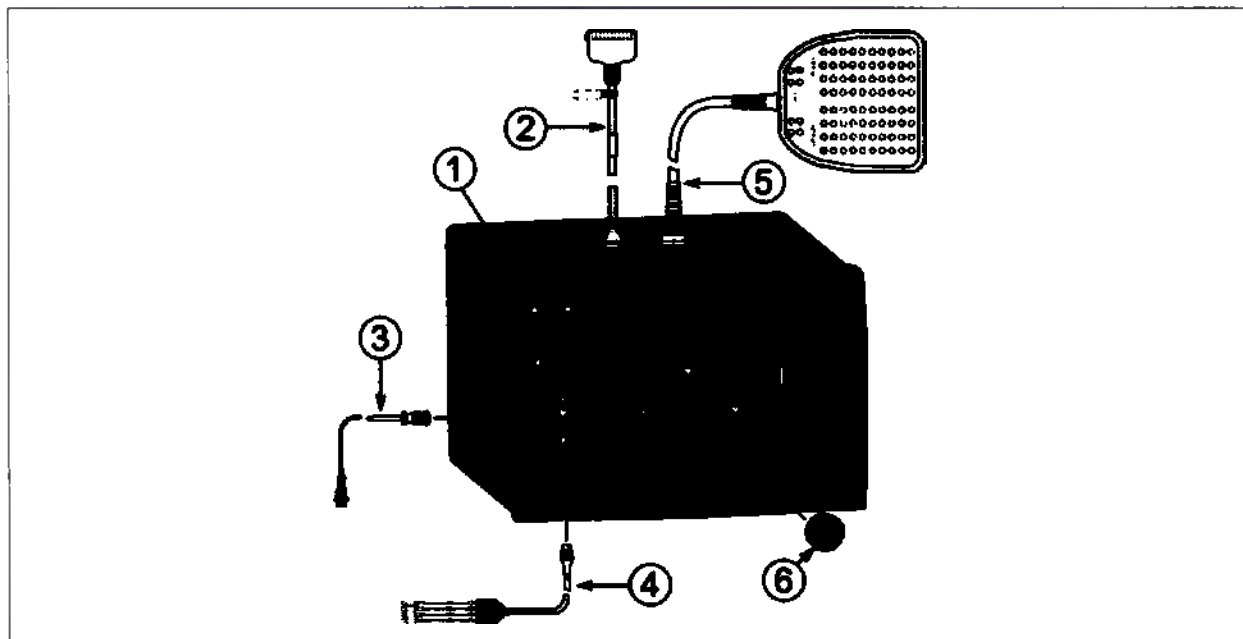
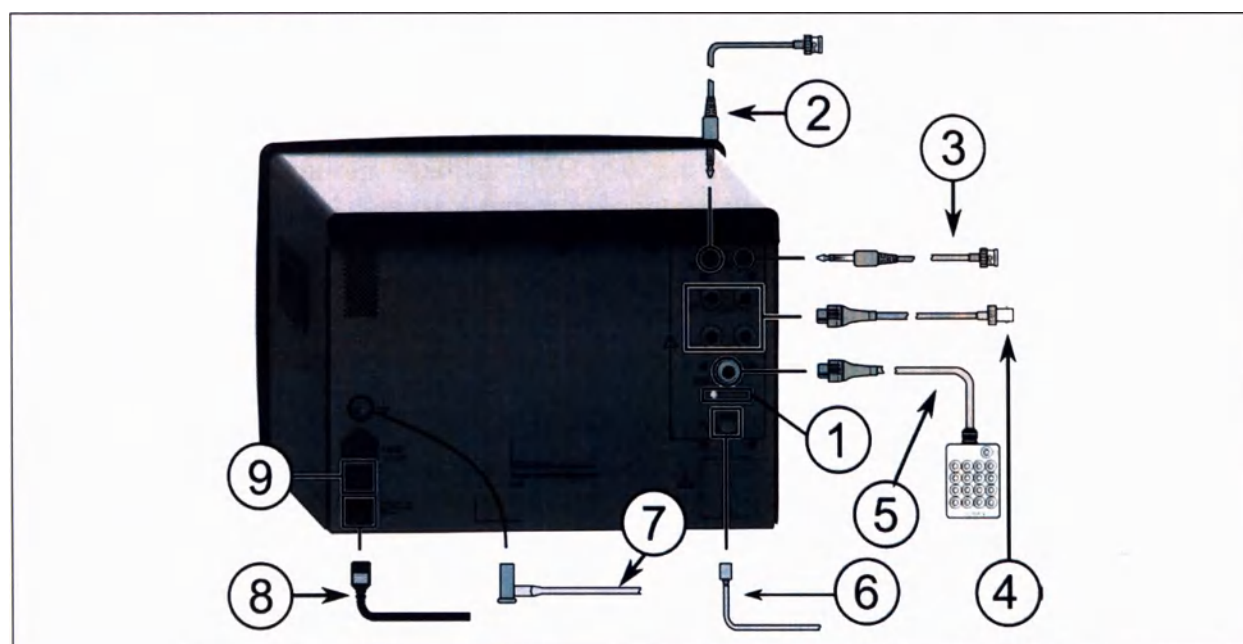

Рис. 1. Разъемы передней панели
Рис. 2. Разъемы задней панели
1. Подключите к усилителю CLEARSIGN II кабели, как показано на рис. 1 и рис. 2. Не забудьте подключить другой конец кабеля экранированной сети Ethernet (не показан) к компьютеру системы электрофизиологической для записи сигналов сердца LABSYSTEM PRO.